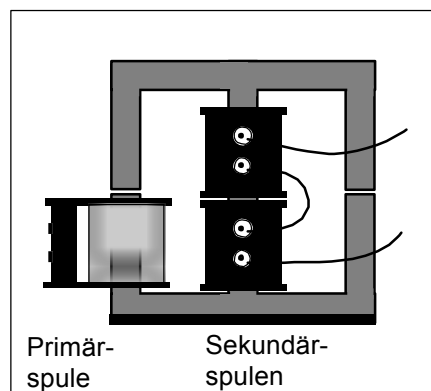

Abb. 2
3. Ersetzen Sie nun die Spule mit 800 Wdg. gegen zwei mit je 400 Wdg. und schalten diese in Reihe, wie in Abb. 2 gezeigt. Verbinden Sie die offenen Enden des Sekundärspulenpaares wieder mit einem 1000  $\Omega$  Widerstand als Lastwiderstand. Wiederholen Sie die Messungen wie in Schritt 2 beschrieben und tragen die Ergebnisse ebenfalls in Tabelle 4.1 ein.